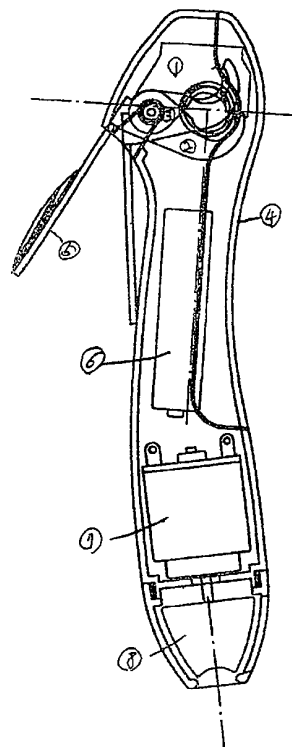

Рис.8
**Безопасные ножницы для стрижки когтей у домашних животных** описаны в международном патенте PCT 02/051242 (2002 г.). Их устройство показано на **рис.8**. В верхней части корпуса находятся две режущие кромки 1 и 2,